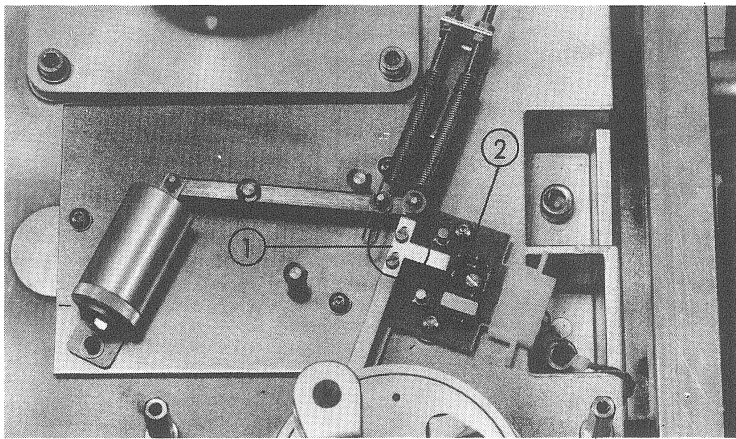

Fig. 3.5.17
In Ruhestellung der Bandzugwaage muss die Schaltfahne [1] ganz in die Lichtschranke [2] eintauchen (siehe Fig. 3.5.17).
When the tape tension sensor is in its neutral position, the switch lug (1) should be plugged all the way into the light barrier (2) (see Fig. 3.5.17).